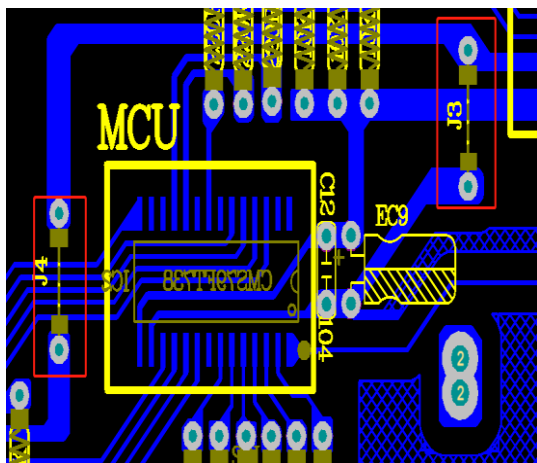

图 10 合理的走线方式
- 2) 与 MCU 连接的电源线应先过滤波电容再与 MCU 连接，并且之后不能再连接到其它元器件上，如图 10、11 所示：